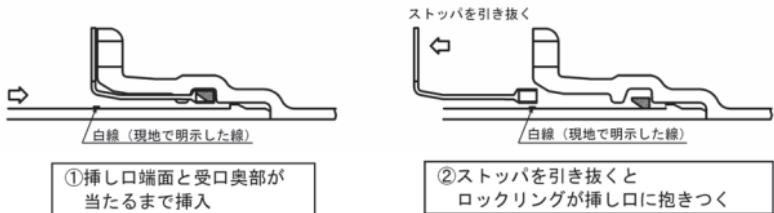

図32 挿し口の挿入
- (1) 管をクレーンなどで吊った状態にして挿し口を受口に預ける。
- (2) 挿し口先端が受口奥部に当たるまでゆっくりと挿入する(図32①)。
- (3) 現地で挿し口に明示した白線が、受口端面の位置まで全周にわたって挿入されていることを確認したら、ストッパを引き抜く。これにより、ロックリングは挿し口外面に抱きつく(図32②)。